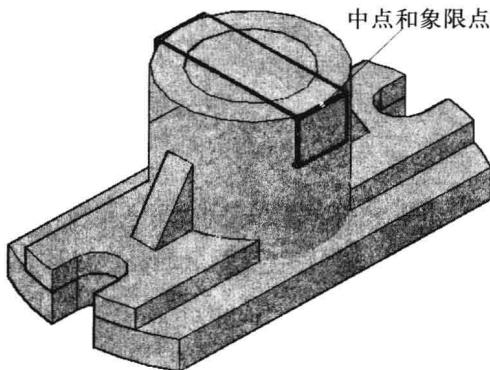

图 11-2-15
(16) 在“修改”面板中，单击“移动”按钮 $\downarrow\downarrow$ ，捕捉并单击长方体上端面一个边的中点，再捕捉并单击圆柱体上的象限点。
(17) 在“视图”面板中，单击“视觉样式”名称，在弹出的列表中选择“真实”，在真实视觉样式下观察长方体移动位置，如图11-2-15所示。